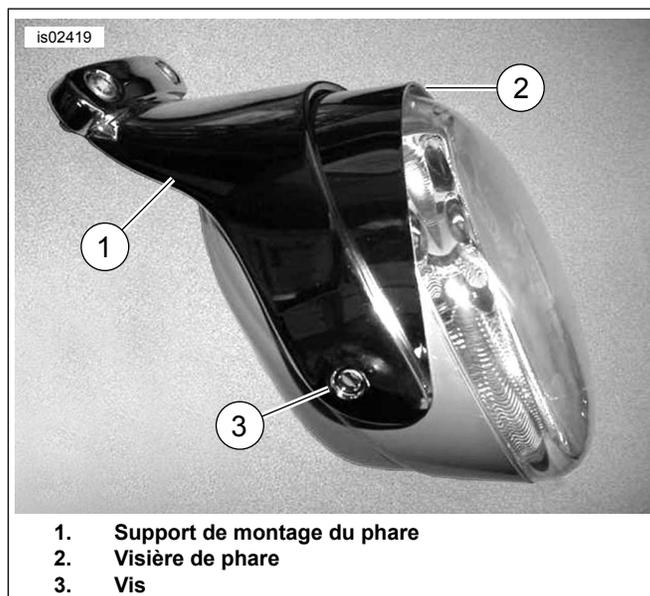
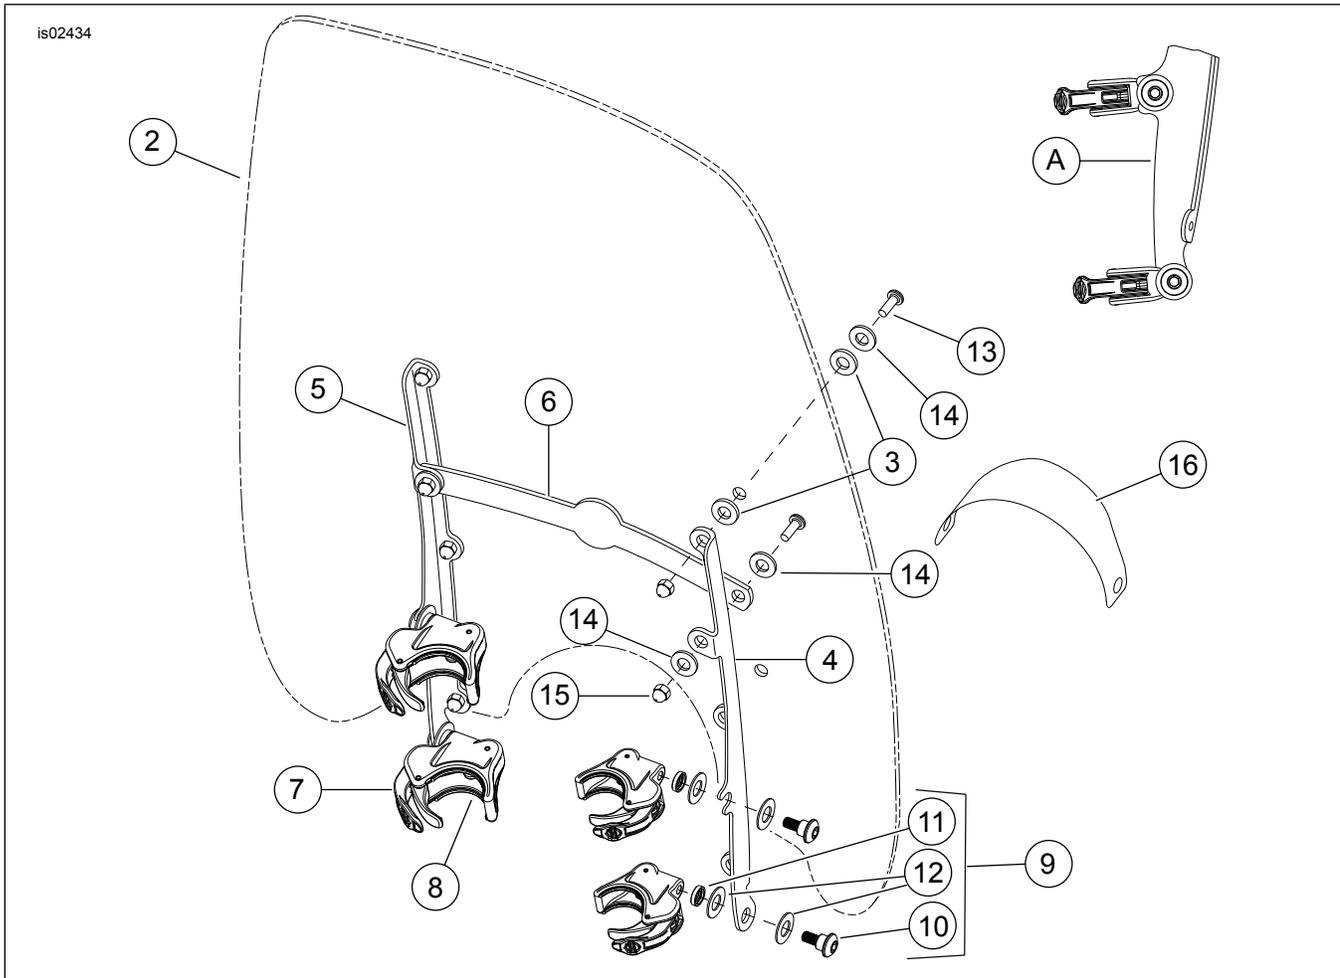

Figure 1. Phare avec nouvelle visière
Figure 4. Pièces de rechange : Kits pare-brise à déblocage rapide VRSC
Voir Figure 4 et Tableau 2.
- a. Voir Figure 4. Prendre la visière du phare (16) dans le kit. Voir Figure 1. Retirer les deux vis (3) en fixant le phare (1) au support de montage du phare. Installer la visière du phare au-dessus du phare (orientée comme indiqué dans Figure 4) et fixer le phare avec la visière au support du phare à l'aide de deux vis.
2. Voir le Figure 4 . Retirer la bride et les kits de visserie de l'emballage et séparer les pièces semblables avant le montage.